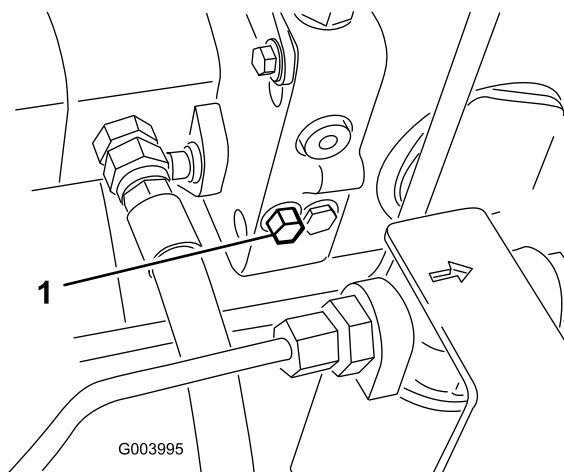

図 43
1. バイパスバルブはハイドロスタットの左側にある（図 43）。バイパスバルブを右または左1~1.5回転させると内部でバイパスが形成される。これにより、トランスミッションを破損することなく機械を押して移動できるようになる。